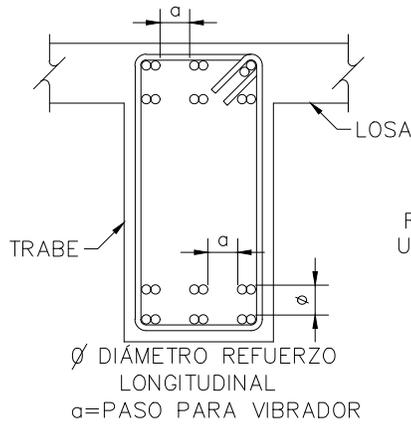

FIGURA 1
- 5.- CON EL FIN DE GARANTIZAR UN BUEN COLADO, SE DEBERÁ DEJAR ESPACIO SUFICIENTE ENTRE LAS VARILLAS PARA EL PASO DEL CONCRETO Y DEL VIBRADOR, PERMITIÉNDOSE COLOCAR LAS VARILLAS EN PAQUETES HASTA DE DOS VARILLAS. AL AGOTARSE LA CAPACIDAD DEL PRIMER LECHO, SE FORMARÁ EL SIGUIENTE Y ASÍ SUCESIVAMENTE, DEJANDO ENTRE LECHO Y LECHO UN SEPARADOR DEL MISMO DIÁMETRO QUE EL REFUERZO LONGITUDINAL Y PASO SUFICIENTE PARA EL REFUERZO PERPENDICULAR COMO SE INDICA EN LA FIGURA 1.